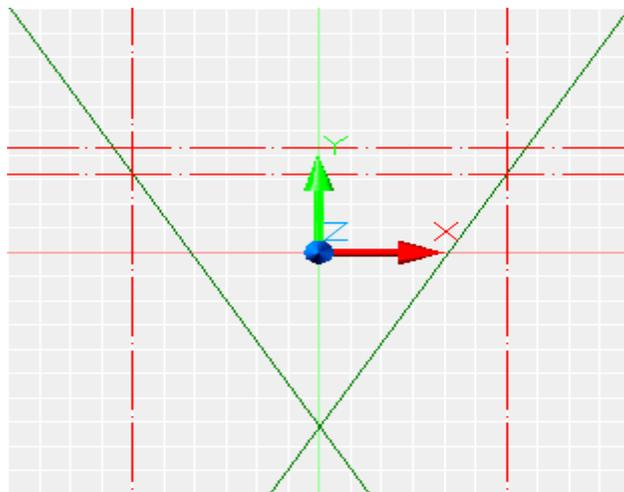

Рис.7
7. Через данные точки пересечения первой горизонтальной линией с вертикальными линиями проводим линии расположенные под углом 30° образующие фаску конуса. Выбираем команду , затем в боковом меню выбираем позицию **Angle** и вводим угол наклона **60** это первый угол и второй угол **-60**. (см. рис.7)